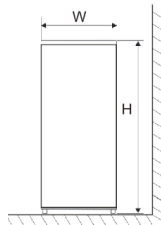
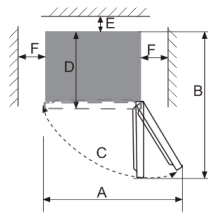

Fig. 1
Fig. 2
**Hinweis:** Abbildung 1, Abbildung 2 verdeutlichen nur den Platzbedarf des Produkts.